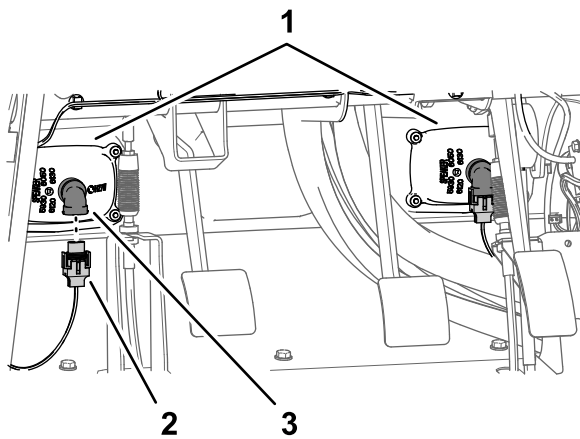

Figura 217
- Collegate i 2 connettori elettrici (a 2 prese) del cablaggio preassemblato della macchina ai connettori a 2 pin dei fari di sinistra e destra (Figura 217).
- Allineate la copertura del parafrangente interno ai tubi del telaio superiore sinistro e del telaio inferiore sinistro (Figura 217).